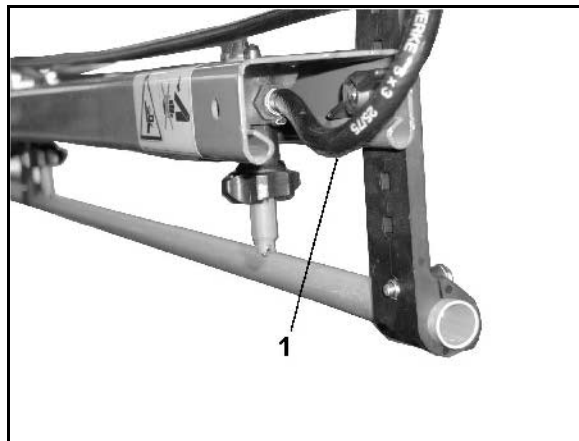

Fig. 106
- gør det muligt at opnå et permanent væskeomløb i sprøjteslangen, når trykomløbssystemet er koblet til. Hertil er der placeret en skylletilslutningsslange (Fig. 106/1) på hver delbredde.
- en skylletilslutningsslange (Fig. 106/1) pr. delbredde.